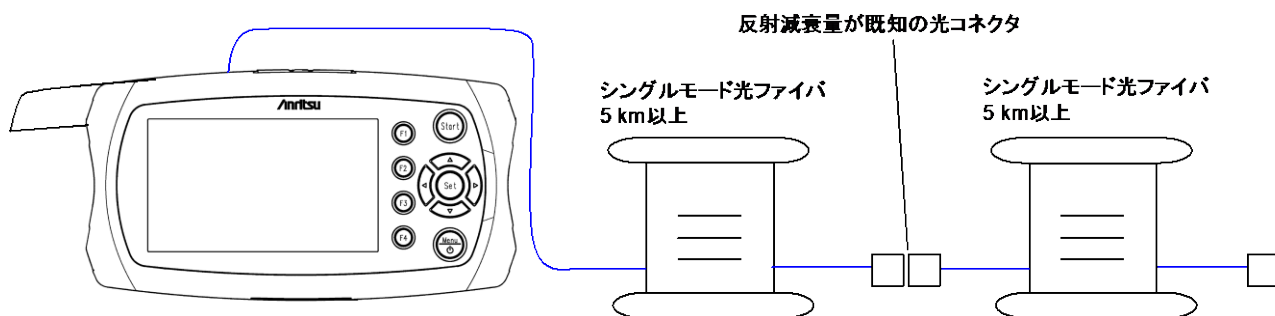

図11.2.1-1 後方散乱光レベル校正の接続図
1. 反射減衰量 R_0 dBがわかっている光コネクタを準備して、本器と光ファイバを図11.2.1-1のとおり接続します。